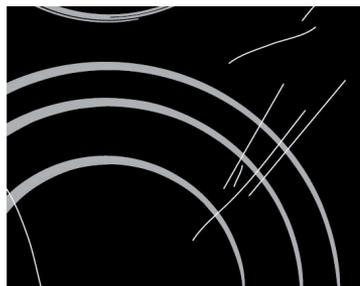

FIGURE 9
**Essuyez la poussière** ou les dépôts éventuels de la surface vitrocéramique et du fond des récipients avant chaque utilisation car ils pourraient abîmer la table de cuisson (Figure 9).
Attention : les tampons métalliques, les éponges et détergents abrasifs, les produits agressifs en aérosol et les nettoyants liquides non appropriés peuvent abîmer la surface (Figures 9 et 10).